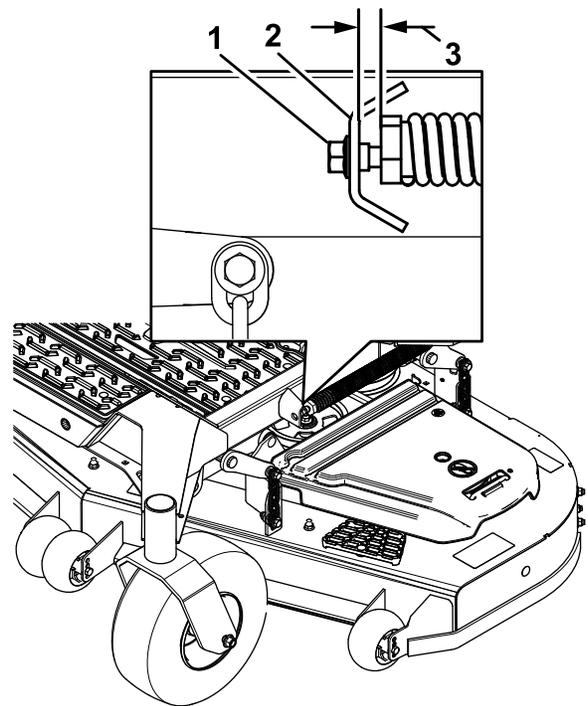

**Bild 83**
7. Prüfen Sie die Schnittmesserneigung in Längsrichtung (**Bild 83**). Stellen Sie sicher, dass die vordere Messerspitze niedriger als die hintere Messerspitze ist, wie in der Blockhöhen- und Rechentabelle angegeben. Wenn eine Einstellung erforderlich ist, fahren Sie mit diesem Schritt fort.